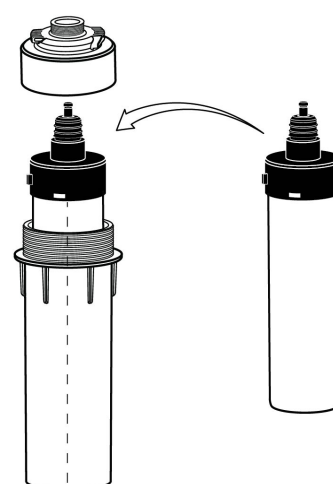

Рисунок 6.4.1
6.2.3.3 Распакуйте мембранный элемент и установите его в колбу (см. рисунок 6.4.1): вставьте до упора мембранный элемент, ориентируя его адаптером вверх (как показано на рисунке 6.4.1).